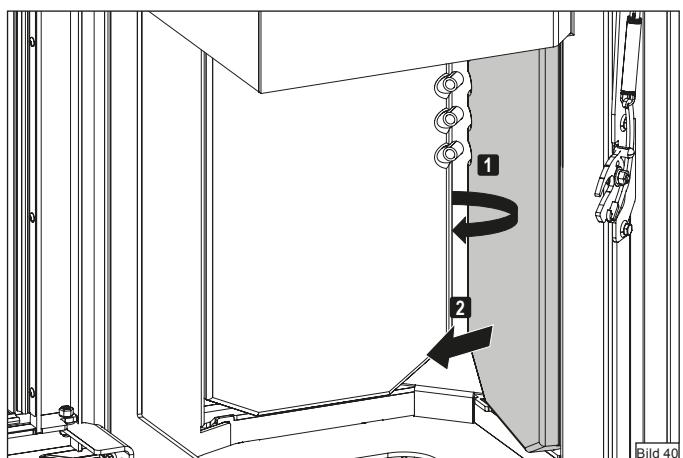

Bild 40
- Drehen Sie den rechten Thermostein **1** und entnehmen Sie diesen aus dem Feuerraum **2** (Bild 40).